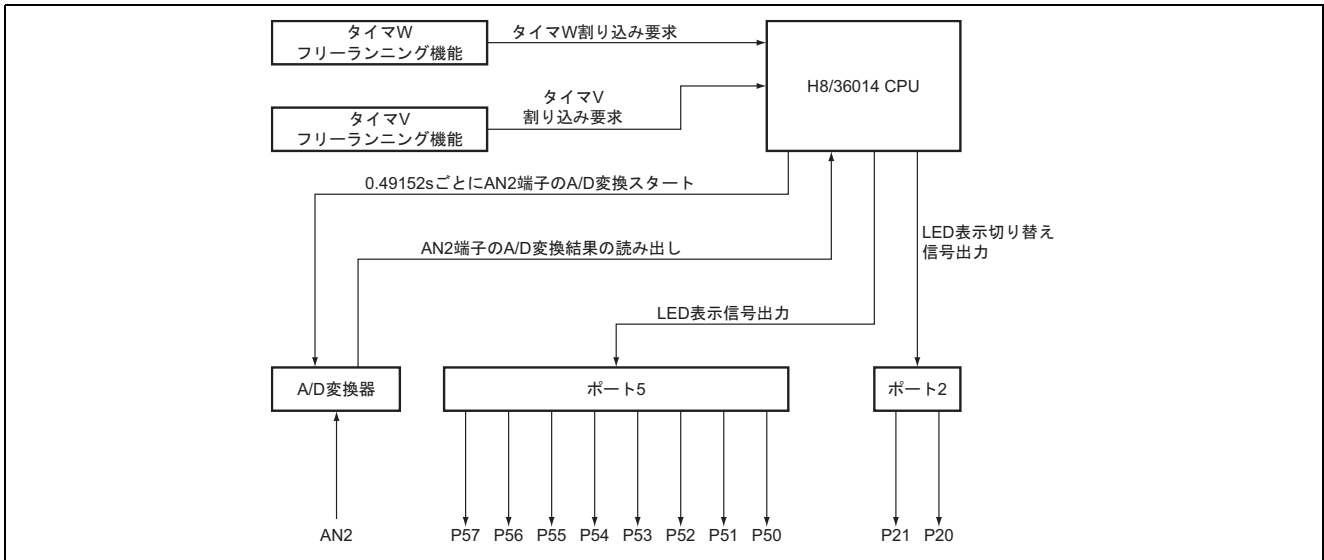

図 2.1 使用機能ブロック図
1. 図 2.1 に本タスク例における H8/36014 の使用機能のブロック図を、表 2.1 に機能割り付けを示します。